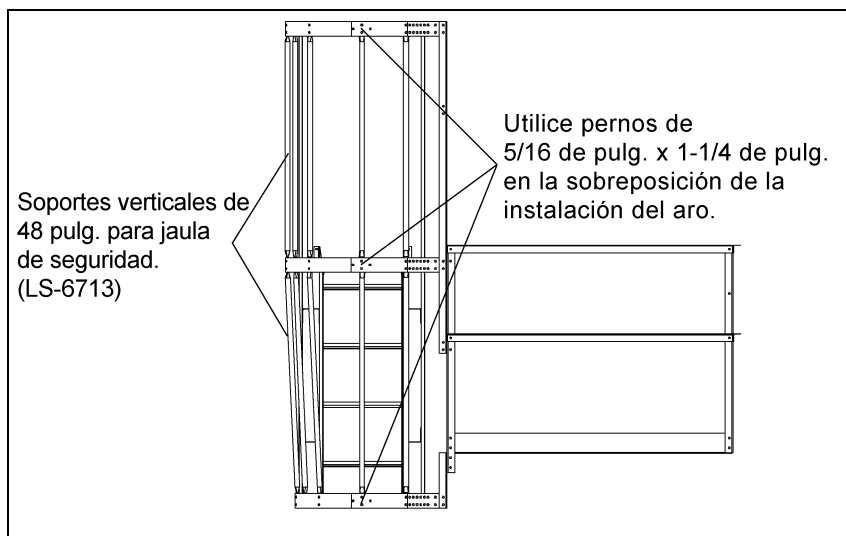

Figura 7N Soportes Verticales
Una vez que las instalaciones de los 3 aros se hayan colocado en su lugar, conecte los soportes verticales de 48 pulg. de instalación en instalación como se muestra en la Figura 7N. Esto requiere de diez (10) soportes, cinco (5) entre cada uno de los sets de aros. El segundo set de soportes verticales se debe doblar en el area plana para permitir la disminución gradual de la instalación del aro del fondo. Use pernos de 5/16 x 1 pulgadas (a menos que así se indique) con sus cabezas mirando hacia el interior de la jaula de seguridad.